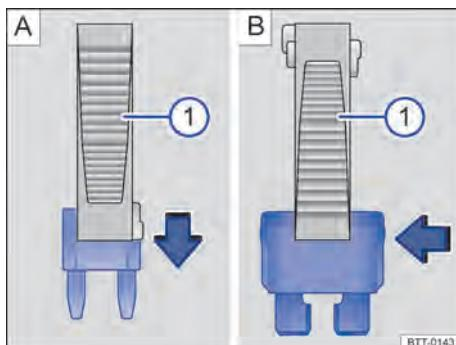

Fig. 192 Remover ou instalar um fusível usando a garra da pinça de plástico .
- Se necessário, tirar a pinça de plástico → Fig. 192 da cobertura da caixa de fusíveis.